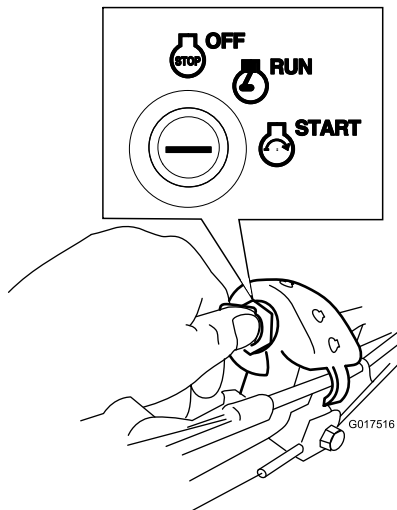

Figura 18
- **Llave de contacto:** Gire la llave de contacto a la posición de Arranque y manténgala en esa posición (Figura 18); cuando el motor arranque, suelte la llave.
1. Gire la llave de contacto a la posición de MARCHA (Figura 18).